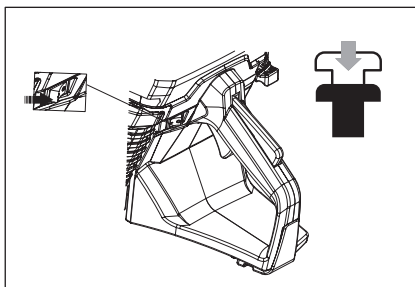

Рис. 9
1. Убедитесь, что выключатель зажигания находится в положении «ВКЛ» (рис. 9).
2. Начальное положение дроссельной заслонки и воздушной заслонки достигается путем полного вытягивания ручки воздушной заслонки (рис. 9).